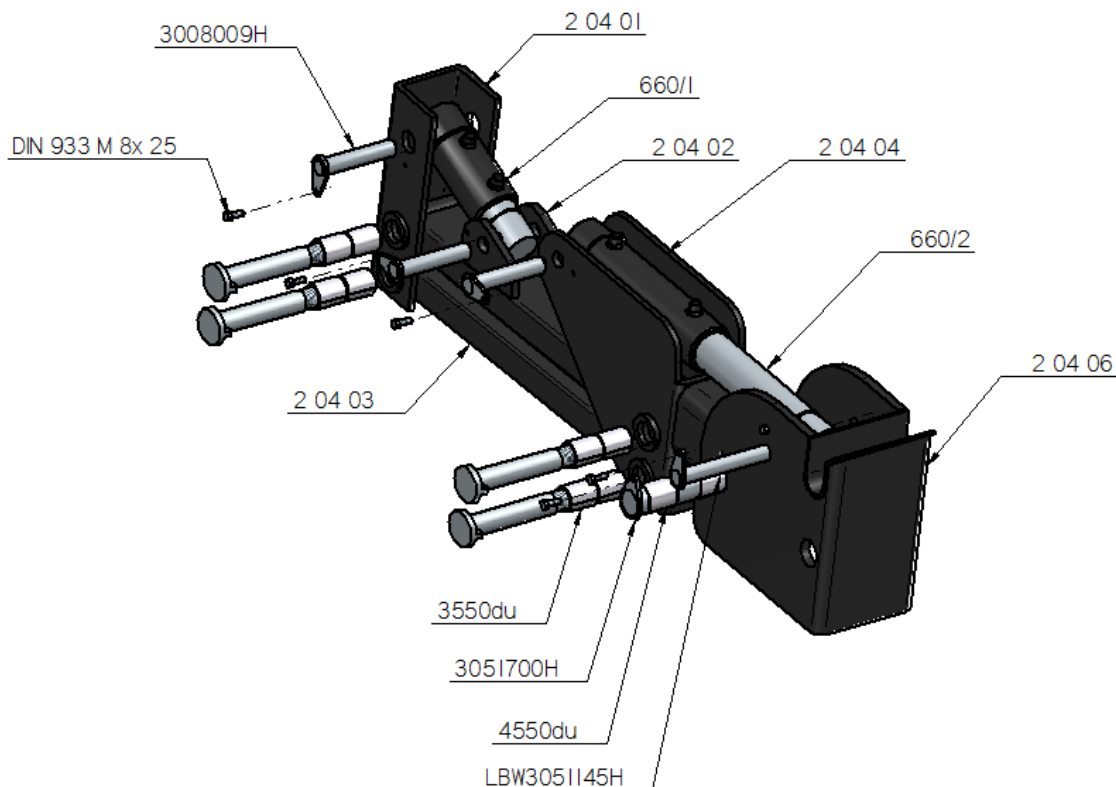

Figura PC.9. Muntatge Braç elevador.
- Col·locar tots els passadors segons plànol 58 (veure també figura PC.9). Anar en compte encaixar els reblons antigir en les ranures de les volanderes antigir i cargolar manualment els cargols DIN 933 M8x 25, no fer-ho amb clau pneumàtica ni amb cap mena de palanca per tal de no escórrer la rosca.